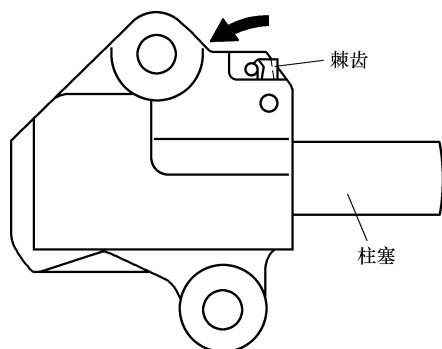

图 25-23 用螺钉旋具将正时链条张紧器的棘齿压向左侧
- 1) 按照图 25-23 所示，用螺钉旋具将正时链条张紧器的棘齿压向左侧，使正时链条张紧器的柱塞解除锁定状态。